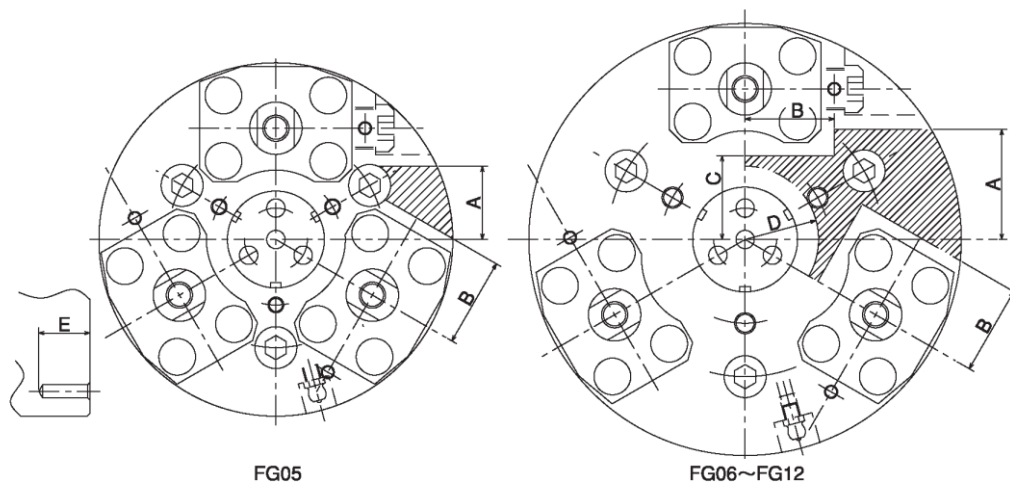
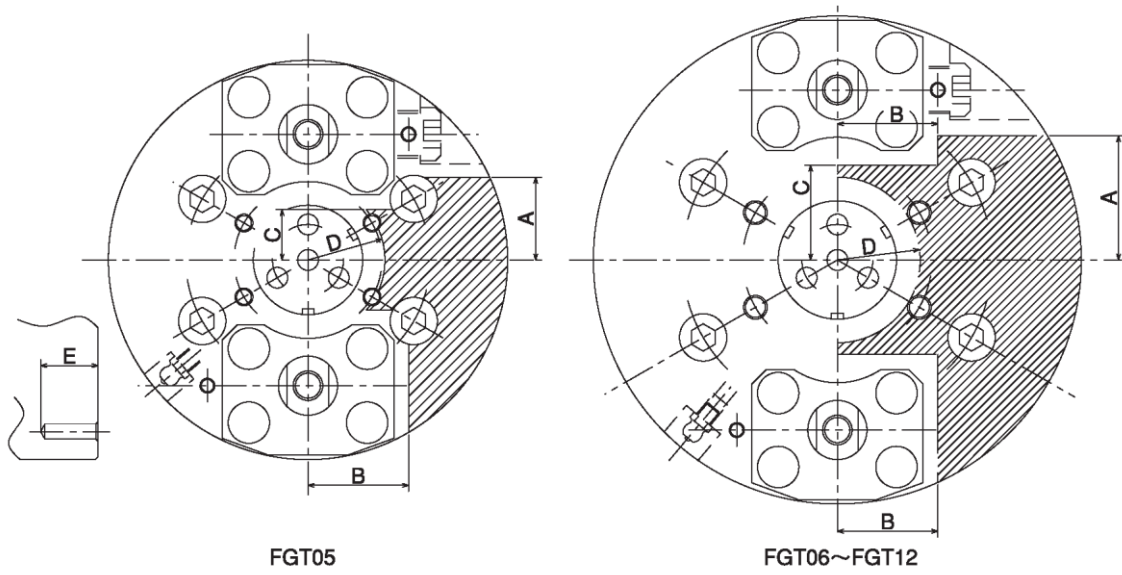

图 7
图 8
- 在卡盘体表面安装定位座或夹具时，请在图 7、表 4 及图 8、表 5 所示的追加加工范围内进行攻丝或钻孔。